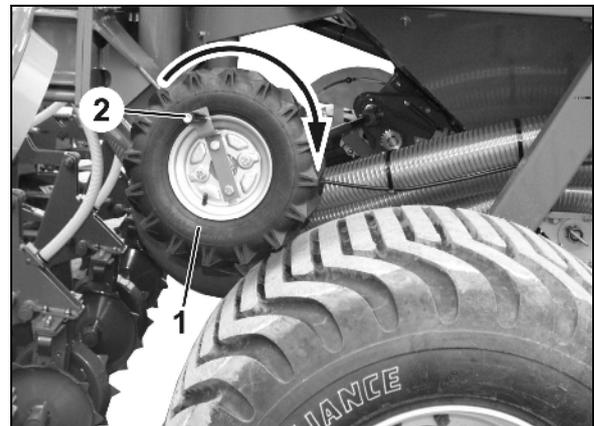

Fig. 125
- Treibrad (Fig. 125/1), wie bei der Abdrehprobe mit der Abdrehkurbel so oft in Pfeilrichtung drehen, bis sich die Dosierräder und der Dosierer vollständig entleert haben.